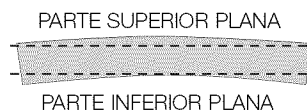

FIG. 1
2. Quite la tapa levantándola (Fig. 1) y déjela a un lado.